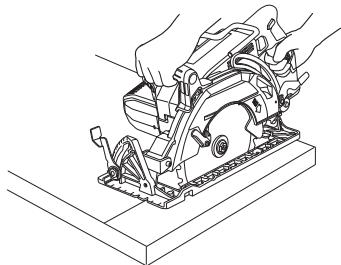
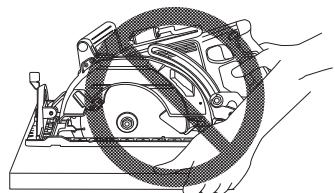

Fig. 2
Fig. 3
4. Coloque la parte más ancha de la base en la parte de la pieza de trabajo firmemente apoyada, no en la sección que caerá al realizar el corte. Como ejemplos, en la Fig. 2 se muestra la manera CORRECTA de cortar el extremo de una tabla, y en la Fig. 3, la manera INCORRECTA. Si la pieza de trabajo es demasiado corta o pequeña, fíjela. ¡NO INTENTE SUJETAR PARTES CORTAS CON LA MANO!